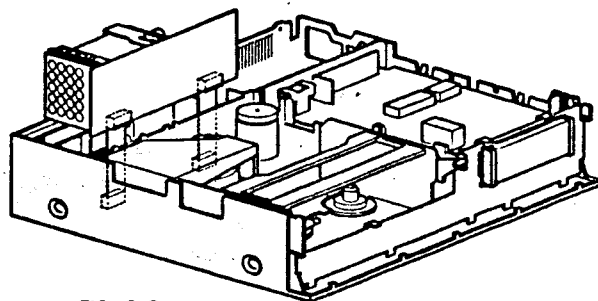

FIG. 2-5
- P116 lässt sich mit Hilfe zwei 8-fachen Verlängerungsprintplatten (siehe Seite 2-6) erhöht montieren (siehe Bild 2-5).